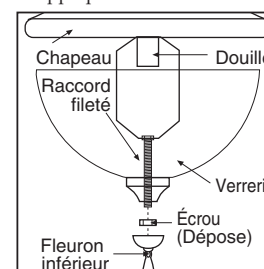

Figure 9
- Si l'applique est du type à tige, dévisser si nécessaire l'écrou pour transport ou le fleuron inférieur, retirer la verrerie et insérer la ou les ampoules. Mettre avec précaution la verrerie en place par-dessus la tige en la poussant vers le haut sous le chapeau. Assujettir la verrerie en vissant le fleuron sur le raccord fileté (voir la figure 9).